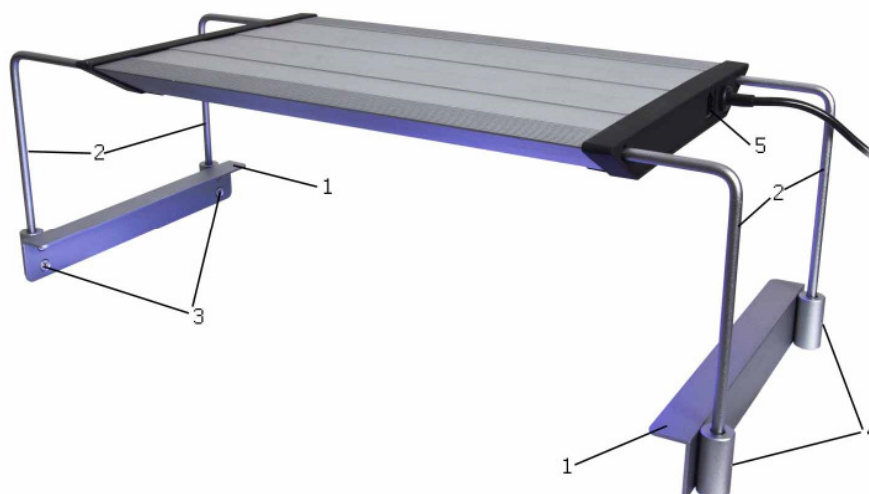

Abb. 2: aquarius mit Aquarienbefestigung
- Aquarienbefestigung (siehe Abb. 2)
Die Haltewinkel (Abb. 2, Nr. 2) werden in die Führungsschienen der aquarius geschoben. Danach stellt man die gewünschte Höhe mit Hilfe der Inbusschrauben in den seitlichen Führungen (Abb. 2, Nr. 4) der Halteprofile ein. Ein Inbusschlüssel zum Feststellen ist im Lieferumfang enthalten. Die Profile (Abb. 2, Nr. 1) werden auf die Seitenscheiben des Aquariums gesetzt. Den erforderlichen Abstand erreicht man durch Verschieben der Haltewinkel in den Führungsschienen der aquarius.
Die **aquarius** kann an jede Schukosteckdose, zur Automatisierung auch an eine Schaltuhr angeschlossen werden. In dem Fall werden alle LEDs gleichzeitig an- oder ausgeschaltet. Eine getrennte Ansteuerung der sechs Kanäle ist mit Hilfe des Steuergerätes **aquarius control (Art.-Nr. 87700)** möglich. **Dieses wird an die Steuerbuchse (Abb. 2, Nr. 5) der aquarius angeschlossen.** Mit Hilfe des als Zubehör erhältlichen Y-Kabel (Art.-Nr. 87701) können mehrere aquarius mit nur einem Steuergerät betrieben werden.